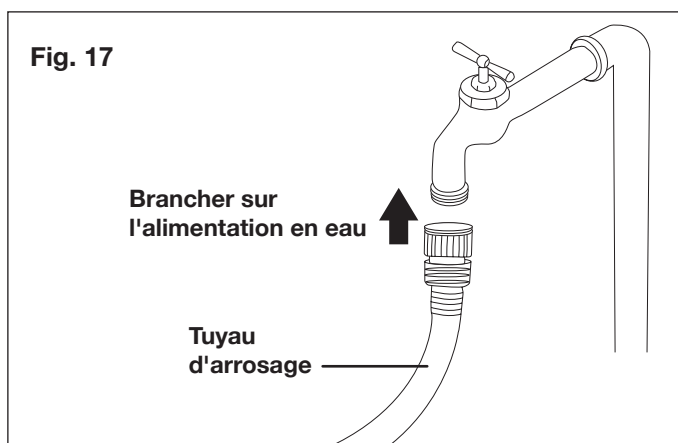

Fig. 17
13. Branchez le tuyau d'arrosage sur l'alimentation en eau (Fig. 17).